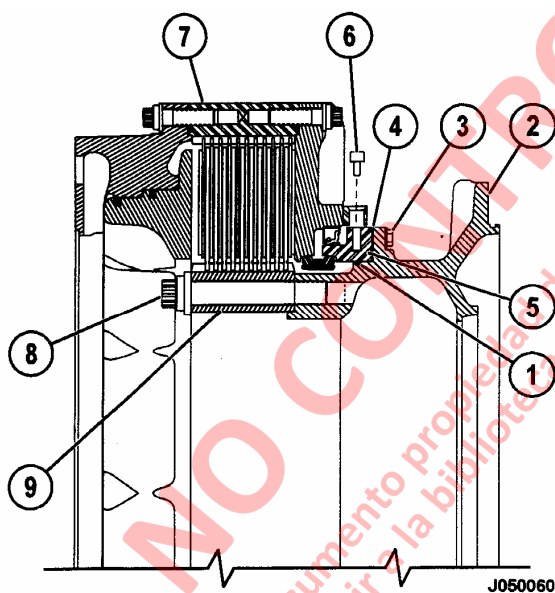

FIGURA 5-11. FRENO TRASERO, MONTAJE DEL CUBO
22. Monte un anillo de goma nuevo (1, Figura 5-11) en la ranura del cubo.
24. Inserte las siguientes laines (4) entre la pestaña del cubo y el portasello (5) en cada par de pernos (seis puntos):
25. Instale los pernos y golillas de seguridad (3) y apriete muy bien.
27. Apriete los pernos (3, Figura 5-11) con un torque de **122 N.m (90 ft. lbs.)**.
28. Monte los pernos y golillas endurecidas (8). Será necesario sacar las barras de embarque del engranaje interno para acceder a algunos pernos. Apriete los pernos en forma alternada con un torque de **2705 N.m (1995 ft. lbs.)**. Vuelva a poner las barras de embarque.